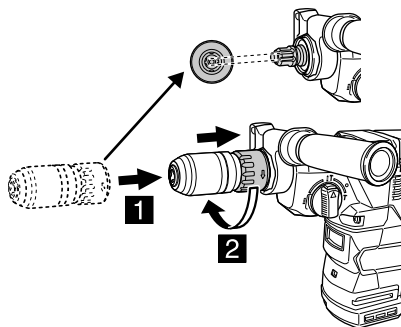

图 20
- (1) 使锁定夹卡与齿条吻合。
- (2) 推入锁定夹卡，并按照锁定夹卡上显示的箭头方向进行旋转（图 20）。
- (3) 试着拉出锁定夹卡，确认已安装牢固。